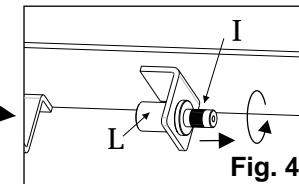
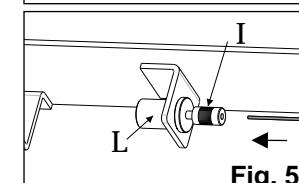
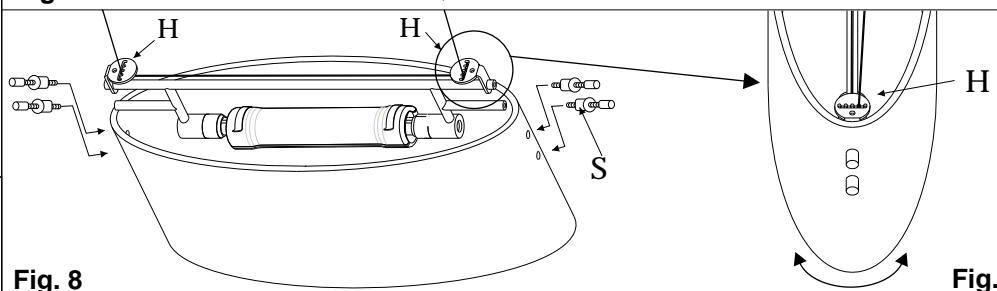

Fig. 4
Fig. 5
Fig. 8
5. Loosen thumb nut on cable fastener "I" and feed end of suspension cable through cable faastener "I".(Only feed a few inches through) see fig.4.
8. Loosen (2) 3mm nuts on black wire clamp and pull fixture wires through clamp (repositioning o-rings as necessary) until they are loosely the length of the suspension cable on each side.
9. Make sure fixture is at desired height. (Glass can be temporarily mounted for height verification purposes and then removed) Fig.8.
16. Install glass as shown in Fig.8. Level fixture (if necessary) by moving suspension cable to various notches in discs "H".Fig. 9.
5. Svitare di un paio di giri il pernetto zigrinato "I" **Fig.4** del bloccafilo "L" e far passare la cima del cavo d'acciaio dentro il forellino **Fig.5**. Eseguita quest'operazione, si può regolare l'altezza a proprio piacimento. **NOTA: questo sistema di fissaggio del cavo d'acciaio permette un blocco immediato del cavo ma anche di regolare a piacere l'altezza; se si vuole alzare la lampada basta spingere il cavo dentro il bloccafilo "L" mentre se si vuole abbassare la lampada occorre premere con un dito il pernetto "I" e tirare indietro il cavetto.**
10. **Fig.8 e 9** Fissare il vetro diffusore alla montatura avvitando moderatamente i 4 pernetti.
- N.B.: Fare attenzione ad interporre la bussola isolante in plastica "S" tra foro e perno e foro filettato come illustrato in Fig.8.**
5. Den gerillten Zapfen "I" vom Kabel-Block "L" um ein paar Drehungen abschrauben (**Abb. 4**), und das Stahlkabel-Ende durch das Loch einfädeln (**Abb. 5**). Nun kann man die Leuchtenhöhe nach Wunsch verstetzen.
10. **Abb. 8** Das Diffusor-Glas mit den 4 Schrauben an die Aufhängung fixieren.
5. Dévisser de quelques tours le pivot crénelé "I" (**Fig. 4**) du passefil "L" et introduire le bout du câble d'acier dans le petit trou (**Fig. 5**). Après cette opération, on pourra régler la hauteur à volonté.
10. **Fig.8** Fixer le verre diffuseur à la patère à travers les quatre pivots.
12. **Fig. 8 e 9** Tout d'abord corriger la position frontale du verre qui glisse librement sur le câble passant, après passer à un correct équilibrage latéral du verre, en choisissant la position du câble, la plus appropriée, sur les crans d'équilibrage des équerres "H". Réactiver l'alimentation générale.
5. Destornillar un par de vueltas el tornillo graneado "I" (**Fig. 4**) del prisionero "L" e introducir la extremidad del cable de acero en el agujero (**Fig. 5**). Después de haber terminado esta operación, se puede arreglar la altura según su deseo.
10. **Fig. 8** Fijar el cristal difusor a la estructura a través de los 4 tornillos.